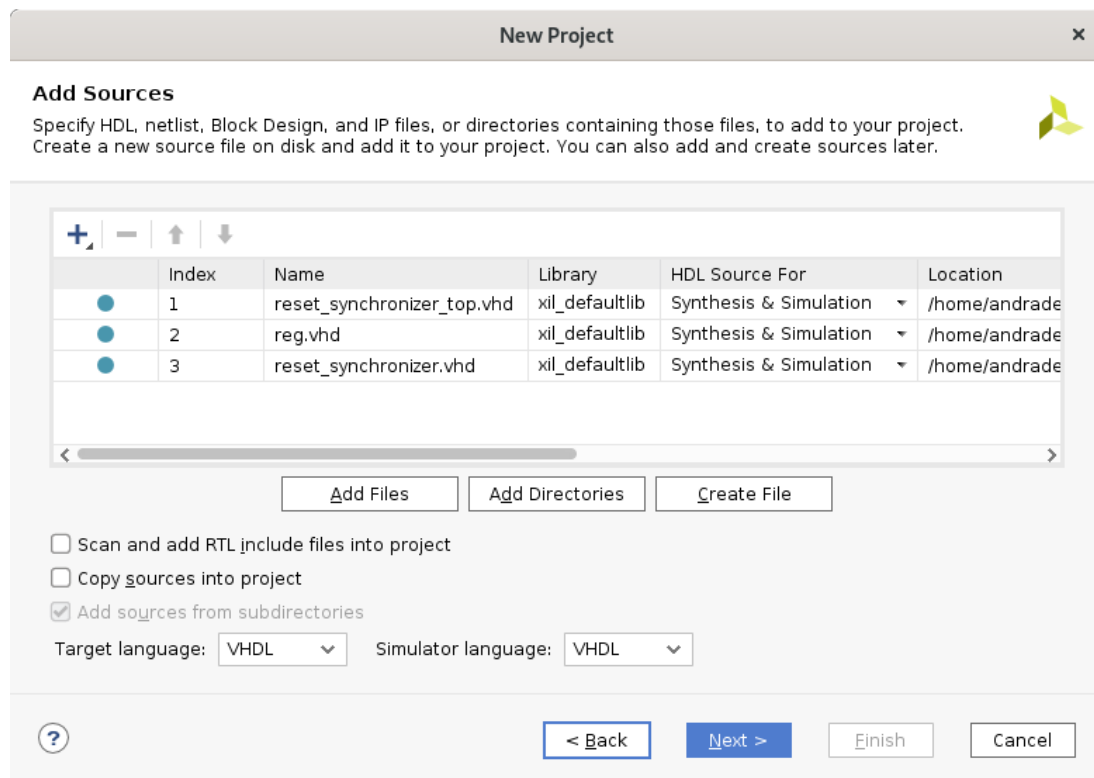

Figure 9 – Ajout des sources dans le projet Vivado
- Ajout des fichiers sources (Figure 9). Dans cette étape vous devez ajouter tous les fichiers VHDL nécessaires pour le fonctionnement de votre design. Attention à ne pas copier les sources dans le projet et à sélectionner le langage VHDL comme langage de simulation.